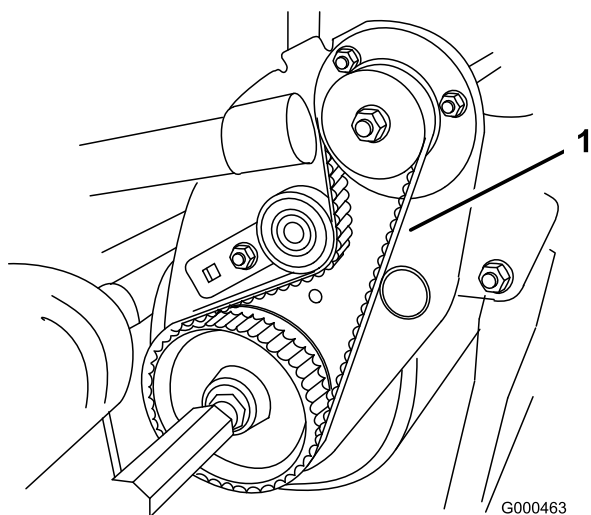

図 41
2. プーリー間の中央でベルト（図 41）を指で押して点検する。押す力は 1.8 ± 0.5 kg 程度。ベルトのたわみが 6 mm 程度あれば適正とする。たわみの量が適正でない場合は以下の手順へ進む。